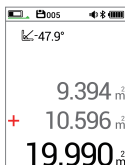

Fig. 6 : Somme des surfaces
Étape 4 : Appuyez brièvement sur la touche , l'appareil additionne automatiquement les deux surfaces. La zone d'affichage auxiliaire montre les valeurs des première et deuxième surfaces, la zone d'affichage principal montre la somme totale (voir Fig. 6).